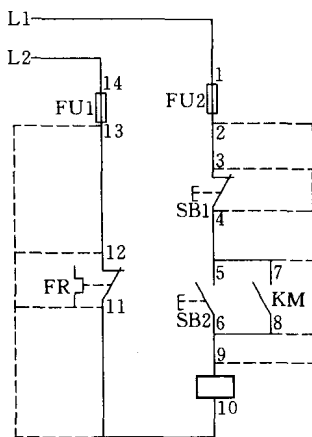

图 0-9 局部短接法
(1) 局部短接法。局部短接法检查断路故障如图 0-9 所示。